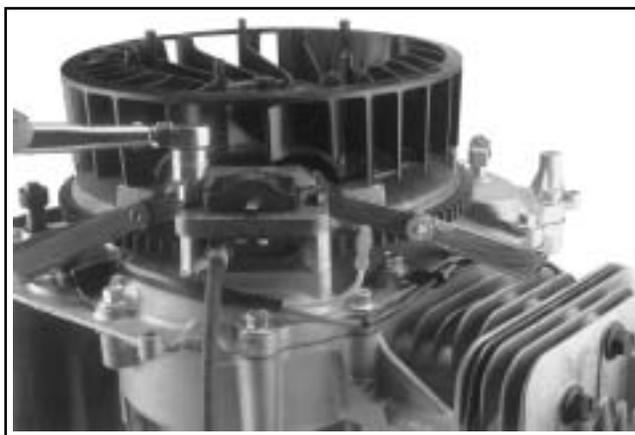

Figura 10-49. Impostazione del traferro.
3. Inserire uno spessore da **0,25 mm (0.010 in.)** tra il magnete ed il modulo di accensione. Vedere Figura 10-49. Allentare le viti in modo che il magnete si porti contro lo spessore.